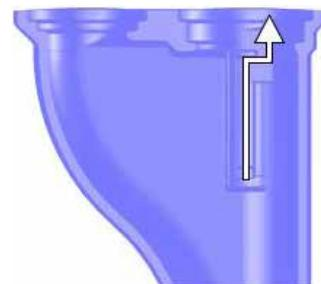

Fig. 1: Système anti-expulsion de la soupape
- 4) Tirez la soupape vers le haut autant que possible. Bougez ensuite la soupape latéralement tout en la tirant vers le haut (voir fig. 1). Retirez complètement la soupape.